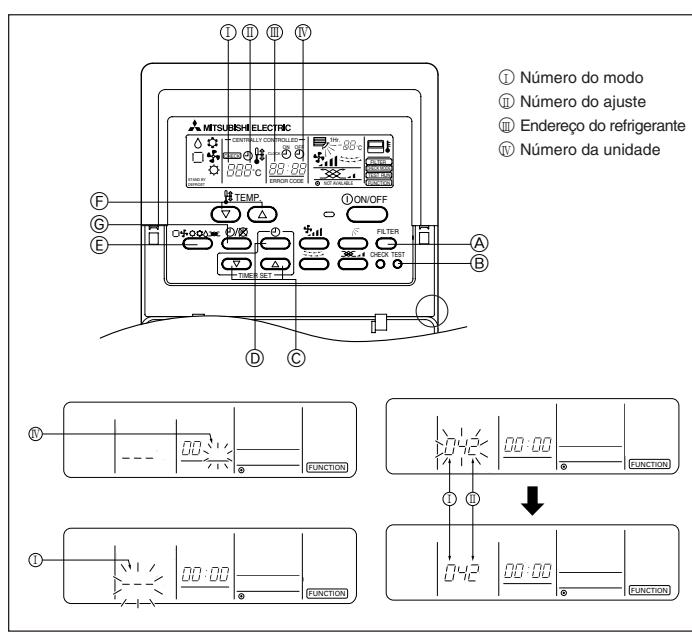

Fig. 6-5
6.3.1. Para controlo remoto com fio (Fig. 6-5)